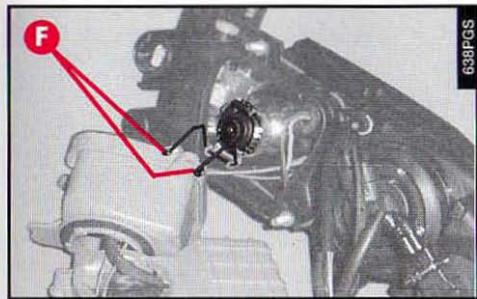

fig. 31
– Décrocher les extrémités (**F-fig. 31**) de l'agrafe et sortir l'ampoule.
– Bloquer l'ampoule avec l'agrafe en emboîtant les extrémités (**F-fig. 31**) dans leur siège.